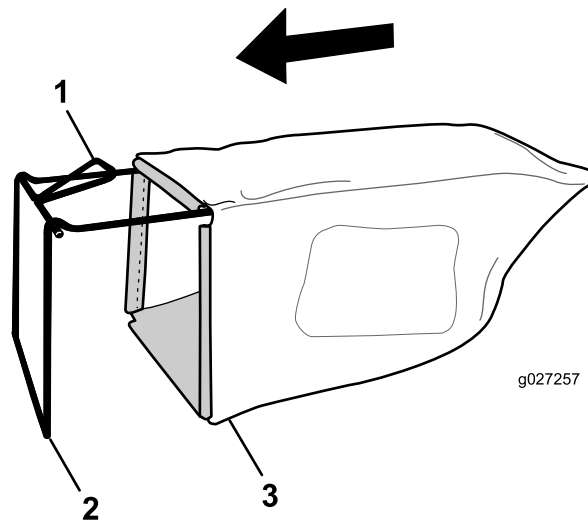

Figura 7
1. Infilate il cesto di raccolta sopra il telaio come illustrato in Figura 7.
Nota: Non infilate il cesto sopra alla stegola (Figura 7).